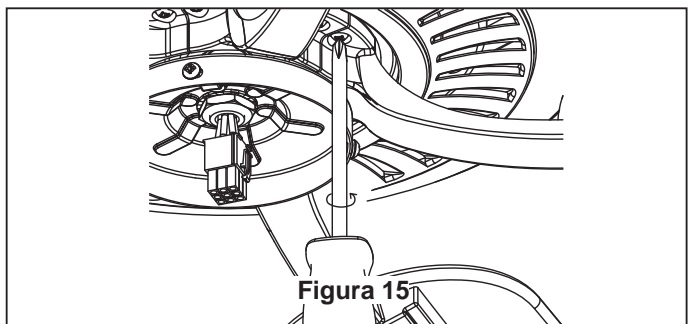

Figura 15
3. Fije los soportes de aspas al soporte del motor mediante los tornillos de 1/4-20 x 15 mm a través de los orificios ubicados al costado del soporte del motor. (Figura 15)